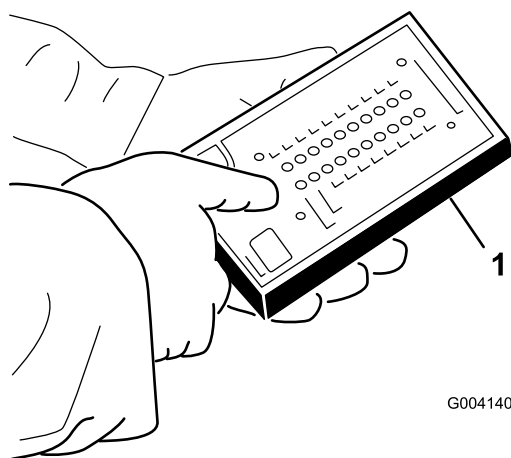

Figura 39
5. Collegate il connettore del display diagnostico ACE al connettore del cablaggio preassemblato (Figura 39).